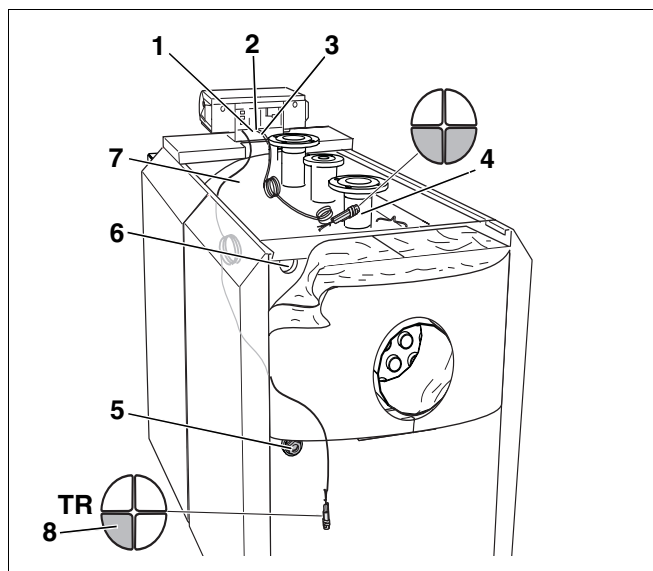

Рис. 30 Монтаж комплекта датчиков температуры на SE635
- Вставить датчик системы управления Logamatic и капиллярный датчик предохранительного ограничителя температуры (рис. 30, поз. 3) с 2 заглушками на четверть круга в точку замера на подающей линии котла (рис. 30, поз. 4).
- Проложить датчик температурного регулятора (рис. 30, поз. 8) сбоку по корпусу к точке замера на задней стенке (рис. 30, поз. 5). Здесь используйте 3 заглушки на четверть круга. Регулятор температуры обозначен как "TR".
- Лишний кабель, капиллярные трубки и провод датчика смотать и уложить на теплоизоляцию корпуса котла (рис. 30, поз. 7).
- Кабель горелки провести через кабельный ввод передней крышки котла (рис. 30, поз. 2).
- Вставить капиллярный датчик предохранительного ограничителя температуры (рис. 30, поз. 1), датчик температуры на системе управления и датчик дополнительного модуля ZM 427 с заглушкой на одну четверть в точку замера на подающей линии котла (рис. 30, поз. 4).
- Провести датчик регулятора температуры (рис. 30, поз. 8) в точку замера на задней стенке котла (рис. 30, поз. 5).